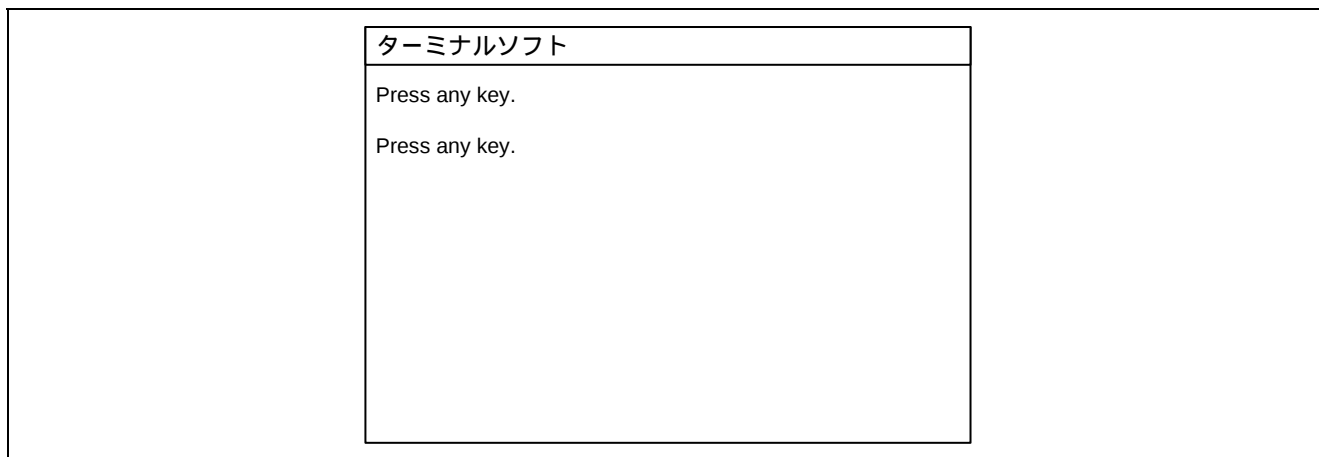
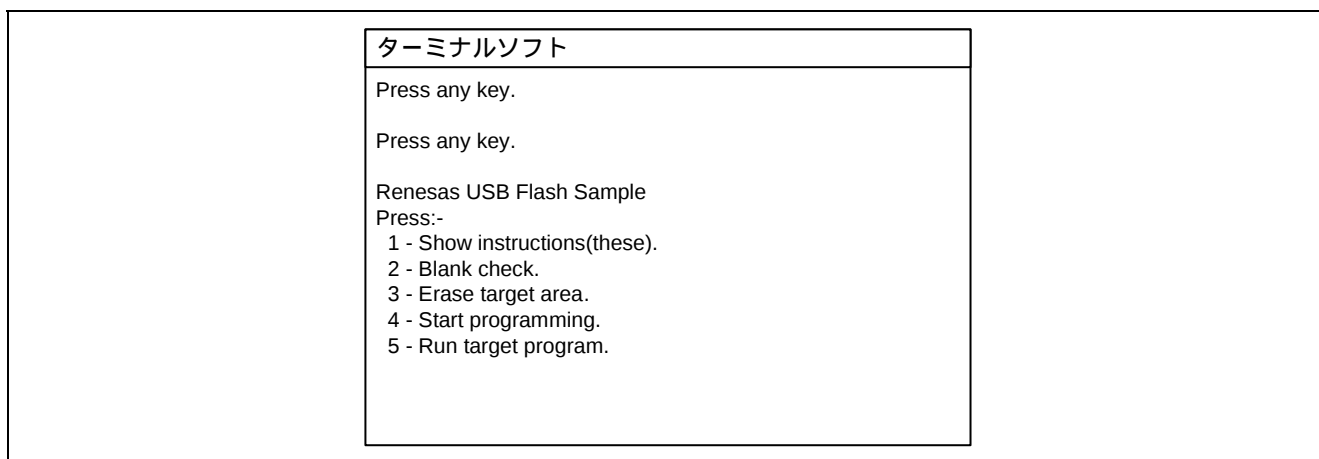

図5.2 キー入力待ち画面例
図5.3 コマンド入力待ち画面例
サンプルコードでは、以下の(1)～(3)の順にフラッシュメモリ書き換えを行います。図 5.2、図 5.3に(1)、(2)の画面例をそれぞれ示します。
PC と接続されていれば、マイコンに任意のデータが送られてくるまで(ターミナルソフトを起動し、キーボードのいずれかのキーを押すまで)、一定間隔で"Press any key"というメッセージを PC へ送信します。(図 5.2)
(2) PC から任意のデータが送られてくると、PC へメニューを送信し、コマンドデータの受信を待ちます。(図 5.3)
(3) コマンドを受信すると、そのコマンドに対応した動作(メニュー表示、ブランクチェック、消去、書き込み、ターゲットプログラム実行)を行います。
表 5.1にコマンド一覧を示します。コマンド一覧は「メニュー表示」を実行することでターミナルソフトに表示されます。(図 5.3)